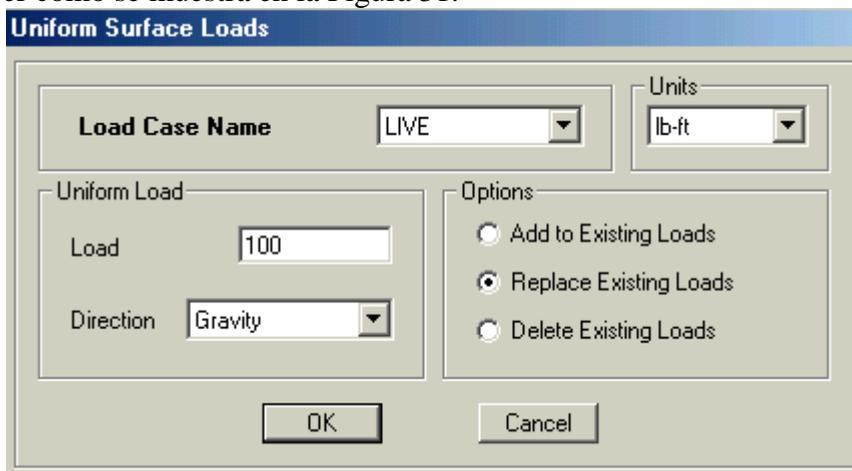

Figura 31 Formulario Uniform Surface Loads
1. Configurar las unidades en el formulario en Ib-ft y luego ingresar 100 en la caja de edición Load. El formulario Uniform Surface Loads deberá aparecer como se muestra en la Figura 31.